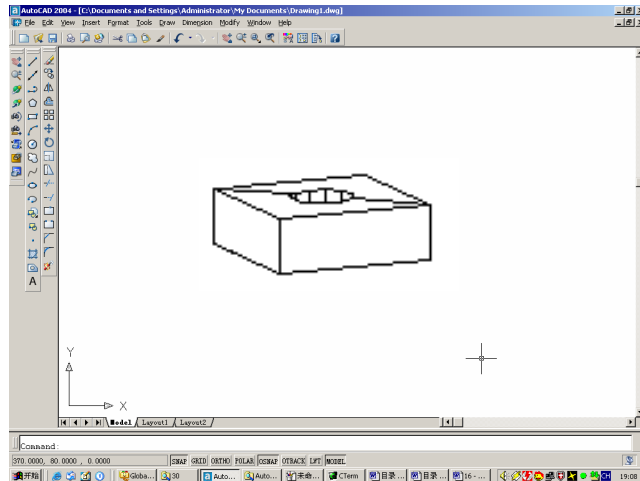

图 16-33 保留切开后的两个实体
(1) 3points。用户可以通过指定 3 点确定一个剖切平面来剖切三维实体图形，如图 16-33 所示。选择该选项时，AutoCAD 会有如下提示：